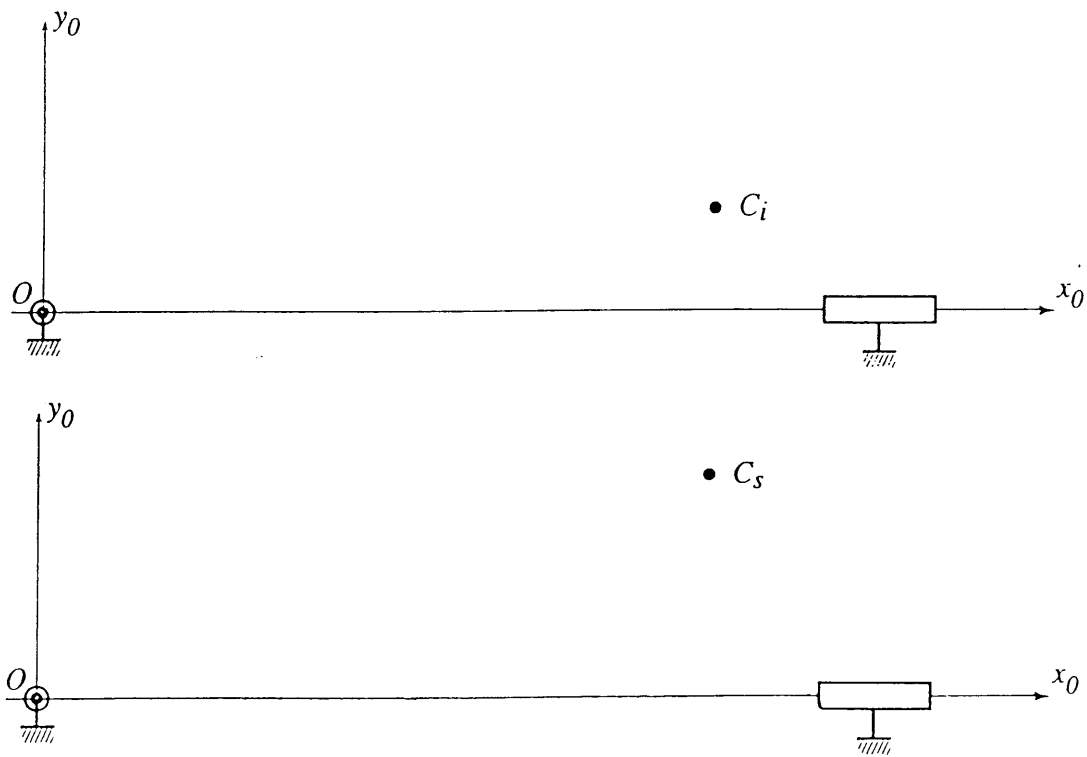

Figure 13: Détermination des courses
**Q24-** Sur les deux figures 13 sont représentées les positions supérieure ( $C_S$ ) et inférieure ( $C_I$ ) du point C. En supposant que ces positions correspondent aux valeurs extrêmes de la course du piston ,